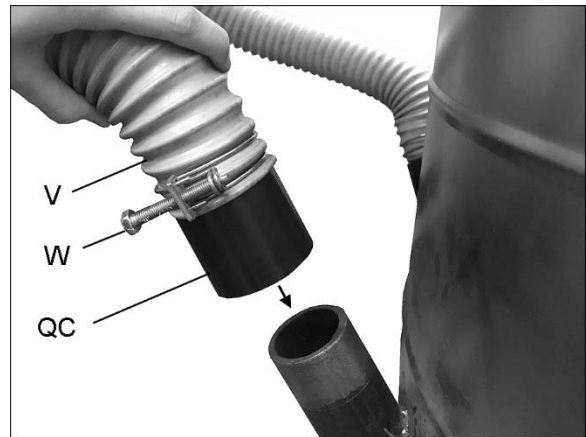

Figura 14
24. Conecte los extremos libres de las mangueras (V) a los conectores rápidos (QC) usando abrazaderas de manguera (W). Vea la Figura 14. Empuje los conectores en los orificios del tambor inferior.